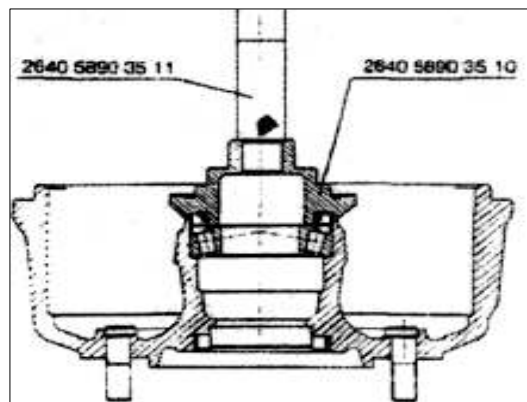

РИС. 281
- 4) Нанесите на поверхность манжеты смазку и установите её, используя оправку 2640 5890 3510 вместе с рукояткой 2640 5890 3511 (см. рис.281).